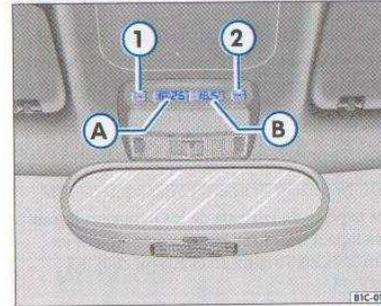

Fig. 25 Guarnecido del techo: reloj digital e indicador de la temperatura exterior
Para poner en hora el reloj digital ⇒ fig. 25 A se dispone de dos teclas. Con la tecla ① se seleccionan las horas y con la tecla ② los minutos:
- Mantenga pulsadas simultáneamente las teclas ⇒ fig. 25 ① y ② durante más de 2 segundos. En el indicador B se mostrará la temperatura en la escala correspondiente.
- Mantenga pulsadas simultáneamente las teclas ⇒ fig. 25 ① y ② durante más de 3 segundos. En el indicador A se mostrará el modo de reloj correspondiente.